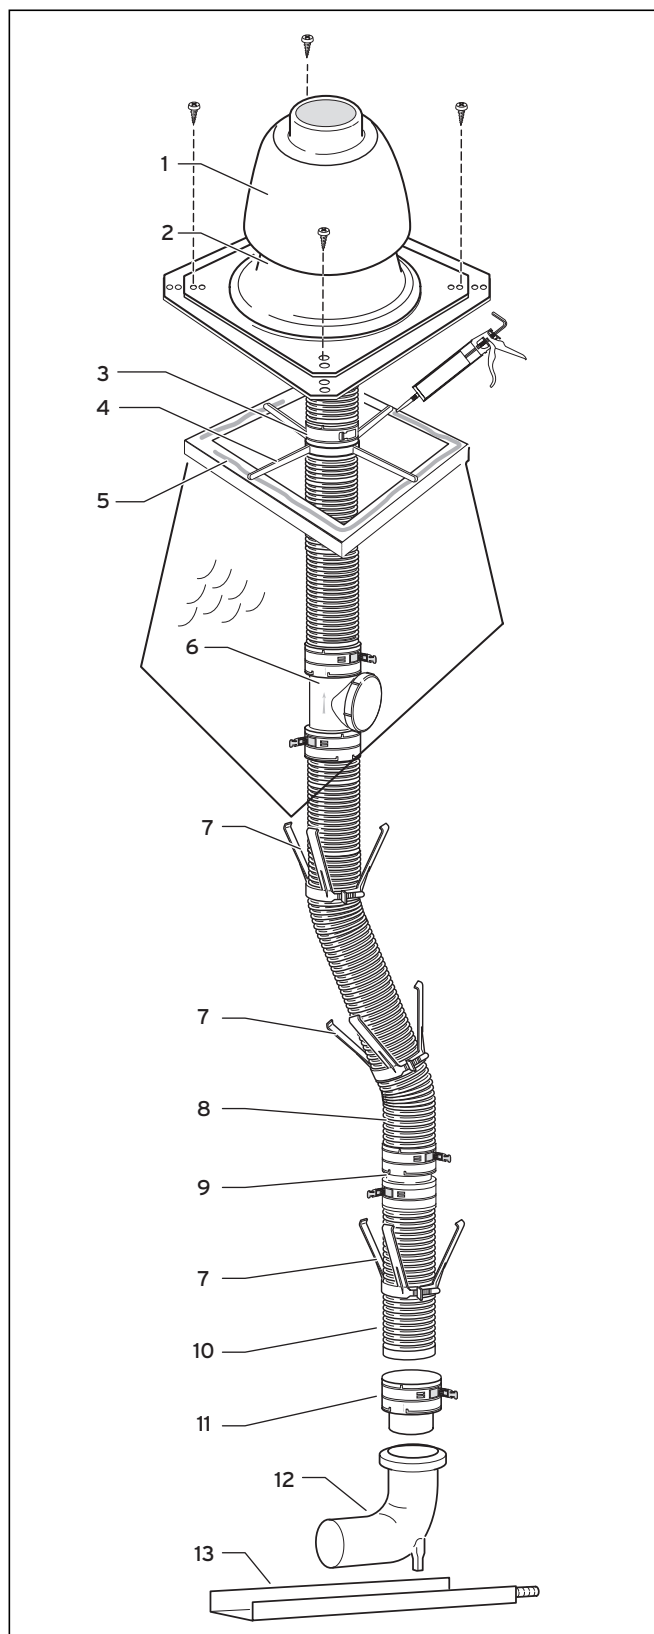

Fig. 6.23 Construcția sistemului cu conductă flexibilă pentru gaze arse
- Împingeți până la opritor capătul de jos al conductei pentru gaze arse (10) în elementul de introducere (11) și fixați-l cu închizătorul cu clichet.
- Montați distanțierele (7, vezi Fig. 6.23) pe conducta pentru gaze arse la distanță de max. 2 m.
- Treceți crucea de montaj (4) peste conducta pentru gaze arse (8) pe peretele căminului, vezi Fig.6.23.
- Treceți inelul de racord (3) peste conducta pentru gaze arse (8) și fixați-l cu închizătorul cu clichet peste crucea de montaj (4). Conducta pentru gaze arse este suspendat în crucea de montaj.
- Etanșați marginea gurii cu silicon (5).
- Fixați piciorul piesei de supraînălțare a căminului (2, Fig. 6.23) cu patru șuruburi la marginea gurii.